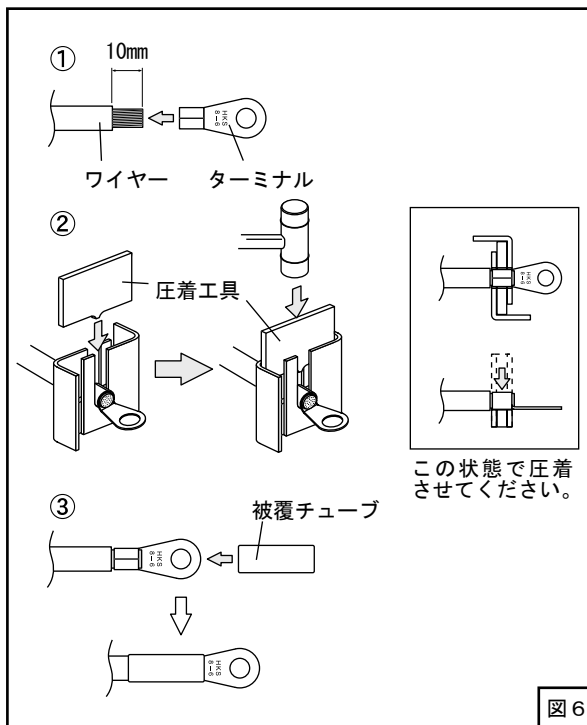

図 6
(5) 切断したワイヤーに図6を参照してターミナルを取付けてください。
- ① ワイヤー先端の被覆を10mm剥がして、ターミナルを挿入します。
- ② 圧着工具にワイヤーとターミナルをセットして、上からハンマーで3～4回叩き、ターミナルを確実に圧着してください。その際に、ターミナルの圧着部は圧着工具の中央部にセットしてください。確実に圧着できないおそれがあります。
- ③ ターミナルの圧着部に被覆チューブをかぶせてください。(熱で収縮させる必要はありません)